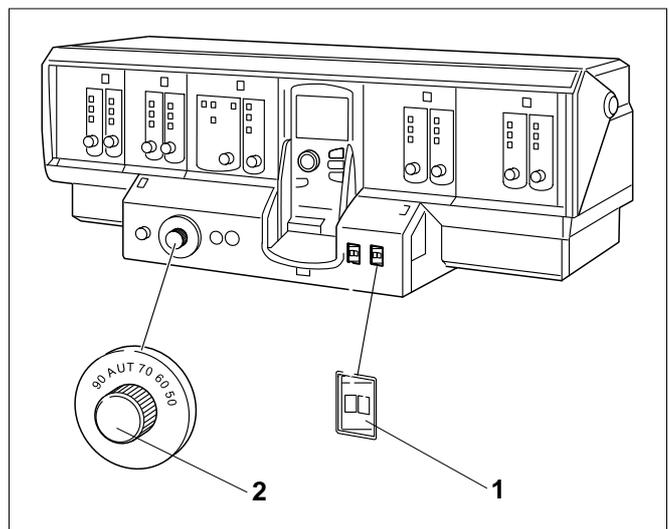

Fig. 1 Apparecchio di regolazione, ad esempio Logamatic 4311
- Portare l'interruttore di esercizio (Fig. 1, **Pos. 1**) in posizione "I" (ON).
- Portare il regolatore di temperatura dell'acqua di caldaia (Fig. 1, **Pos. 2**) in posizione "AUT", ossia a 80° C. In caso di regolazione a temperatura costante, inserire la temperatura desiderata, ossia in caso di esercizio a gas min. 60°C e in caso di esercizio a gasolio min. 50°C.
- Portare l'interruttore di funzionamento (Fig. 1, **Pos. 1**) in posizione "0" (OFF).